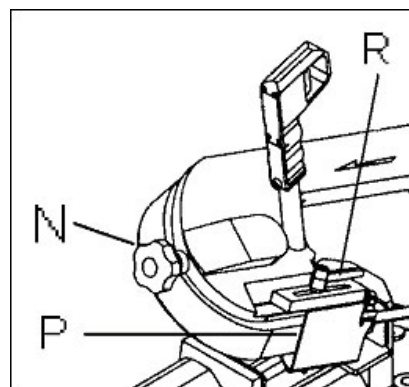
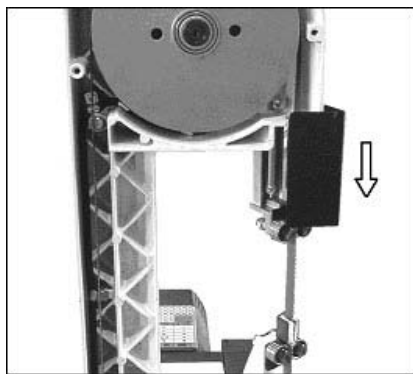

Рис.4
Рис. 5
Ослабьте фиксирующую рукоятку (R, рис. 4) и опустите направляющую полотна (P) как можно ниже (Рис.5).
Ослабьте фиксирующую рукоятку (R, рис. 4) и опустите направляющую полотна пилы как можно ближе к заготовке.